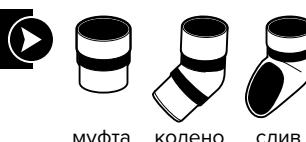

Рис. 3
**8.** Вставьте кромку желоба внутрь воронки «изнутри-наружу» со стороны лобовой доски, а затем защелкните желоб в наружных пазах кронштейнов. Желоб должен быть установлен в воронке до отметки «Вставить до сих пор» (рис. 3).